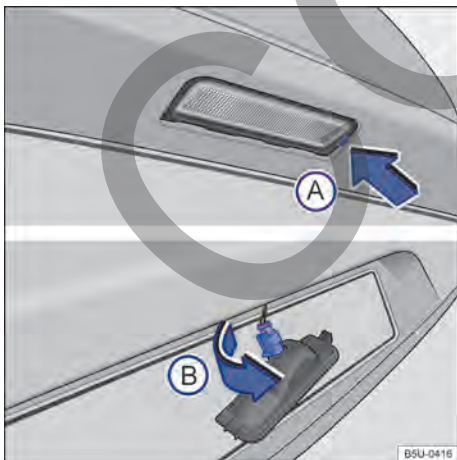

Fig. 161 En el paragolpes trasero: retirar la luz de la placa de licencia y el portalámparas.
- ① Observar la lista de control y ejecutar las acciones → pág. 191.
- ② Con el auxilio de un destornillador, presionar la traba → fig. 161 ① para quitar el conjunto.
- ③ Girar el portalámparas en el sentido de la flecha ②, y desencajarlo del alojamiento.
- ④ Tirar de la lámpara quemada del portalámparas para quitarla.
- ⑤ Cambiar la bombilla quemada por una bombilla nueva del mismo modelo.
- ⑥ Insertar la nueva lámpara en el portalámparas cuidadosamente.
- ⑦ Presionar el portalámparas en el alojamiento y girar en el sentido contrario al de la flecha ③.
- ⑧ Cerciorarse de que el portalámparas esté correctamente fijado en el conjunto.
- ⑨ Posicionar el conjunto de la lámpara en el alojamiento del paragolpes, encajar primero el lado izquierdo y, en seguida, el lado derecho. ▶